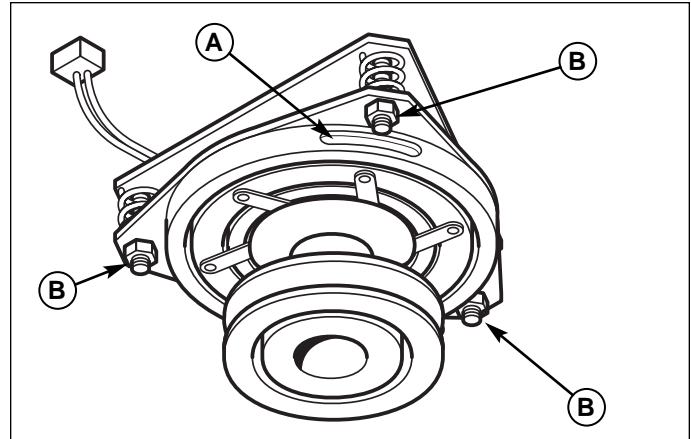

Abb. 34. Einstellung Zapfwellenkupplung
2. Siehe Abb. 34. Position der 3 Einstellfenster (A) in der Seite der Brems Scheibe und den selbsthemmenden Einstellmutter (B) feststellen.
4. Es können auch die Einstellmutter (B, Abb. 34) angezogen werden, bis die Stirnseite des Rotors und der Befestigung die Fühlerlehre leicht berühren.